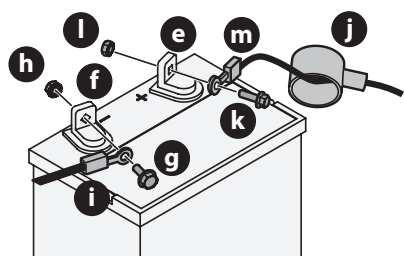

Figura 23
NOTA: el borne positivo de la batería está marcado como POS. (+) (e). El borne negativo de la batería está marcado como NEG. (-) (f) (Figura 23).
3. Retire el tornillo de cabeza hexagonal (g) y la tuerca sems (h) que fijan el cable negativo negro de la batería (i) al borne negativo de la batería (f) (marcado NEG). Aleje el cable del contacto negativo de la batería (Figura 23).
4. Retire el capuchón rojo (j), el tornillo de cabeza hexagonal (k) y la tuerca sems (l) que fijan el cable negativo negro de la batería (m) al borne positivo de la batería (e) (marcado POS) (Figura 23).